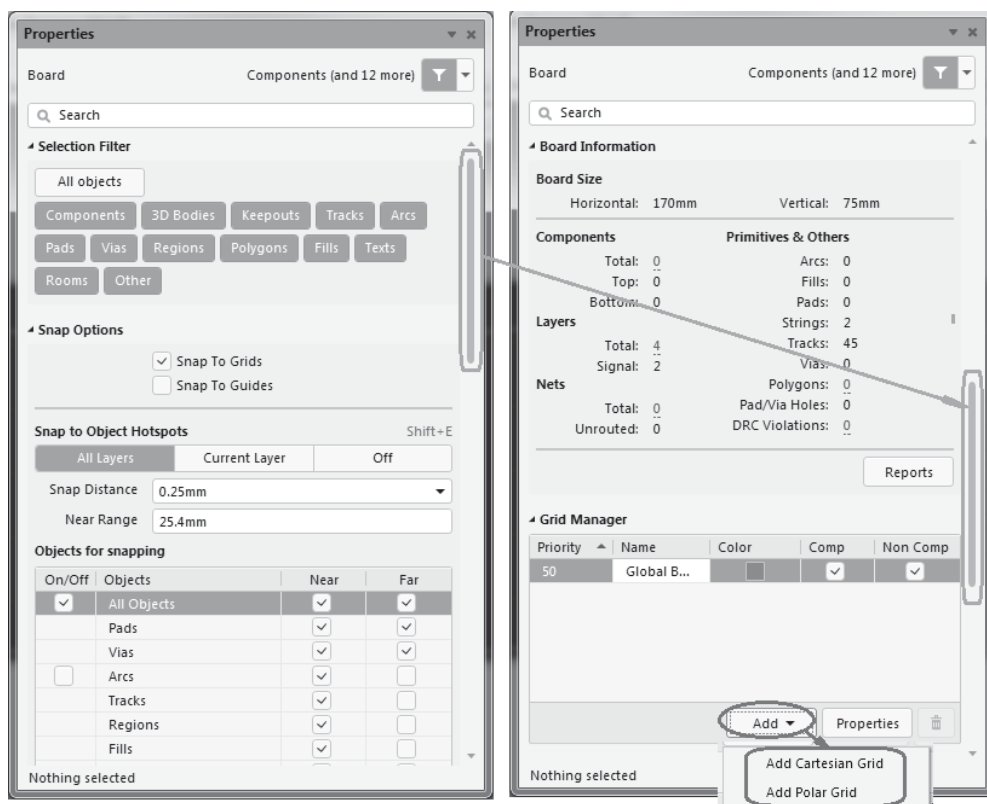

Рис. 3.7. Панель свойств документа печатной платы
□ В современных версиях Altium Designer, начиная с AD18, настройка структуры сеток включена в единую операцию настройки конфигурации документа печатной платы и выполняется в области **Board** (Плата) панели свойств **Properties**, активизируемой в среде активного документа печатной платы (рис. 3.7):
- в секции **Selection Filter** (рис. 3.7, *слева*) сгруппированы кнопки выбора всех (**All objects**) или отдельных объектов, подлежащих активизации операцией выбора;
- в секции **Board Information** (рис. 3.7, *справа*) отображается информация о печатной плате:
- ниже в панели **Properties** (не показаны на рис. 3.7) лежат секции:
Пользователь может назначить свой набор сеток в прямоугольной (**Cartesian**) или в полярной (**Polar**) системе координат. Для формирования пользовательских сеток следует в секции **Grid Manager** панели **Properties** (см. рис. 3.7) щелчком на кнопке **Add** активизировать контекстное меню и выбрать одну из двух команд: **Add Cartesian Grid** или **Add Polar Grid**.
Список образованных сеток отображается в поле **Grid Manager** панели **Properties** (см. рис. 3.7, *справа*). В строках этого же списка располагаются значки с обозначением цвета линий мелкой и грубой сеток и флажки ☒, устанавливающие распространение действия сетки на компоненты и объекты, не являющиеся компонентами.